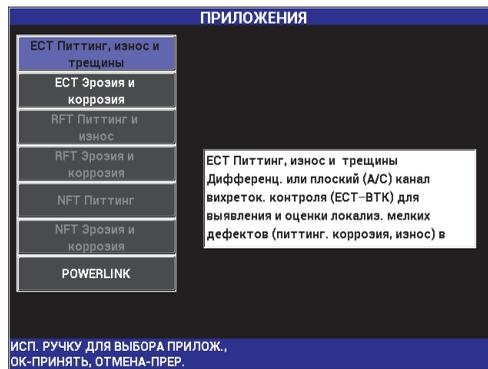

Рис. 5-158 Приложение ЕСТ Питтинг, износ и трещины
2. Выберите **ПРОДОЛЖ.** (нажмите клавишу A), чтобы открыть меню выбора приложения, затем с помощью ручки регулятора выберите **ЕСТ Питтинг, износ и трещины** и нажмите ✓ для принятия (см. Рис. 5-158 на стр. 254).